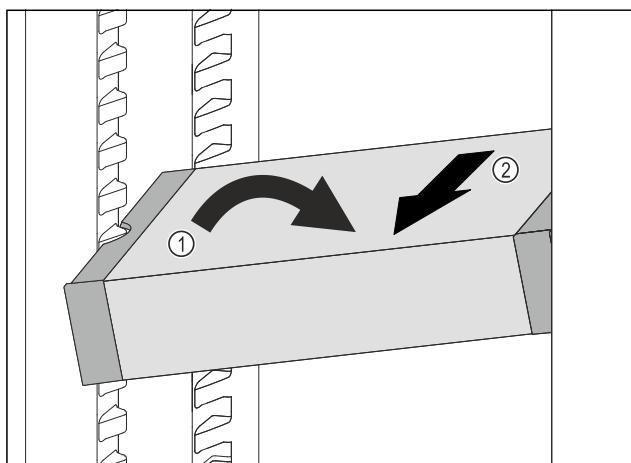

Fig. 116
- Наклонете VarioSafe в хладилната част. Fig. 116 (1)
- Извадете VarioSafe напред. Fig. 116 (2)